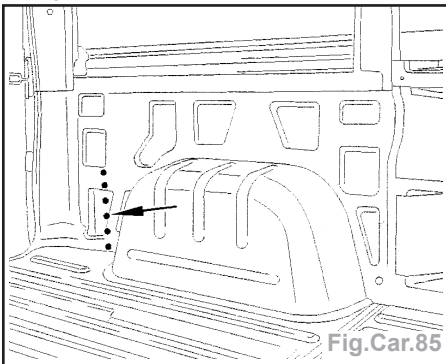

Fig.Car.85
- Souder la ligne par points bouchon MAG (Fig.Car.85).